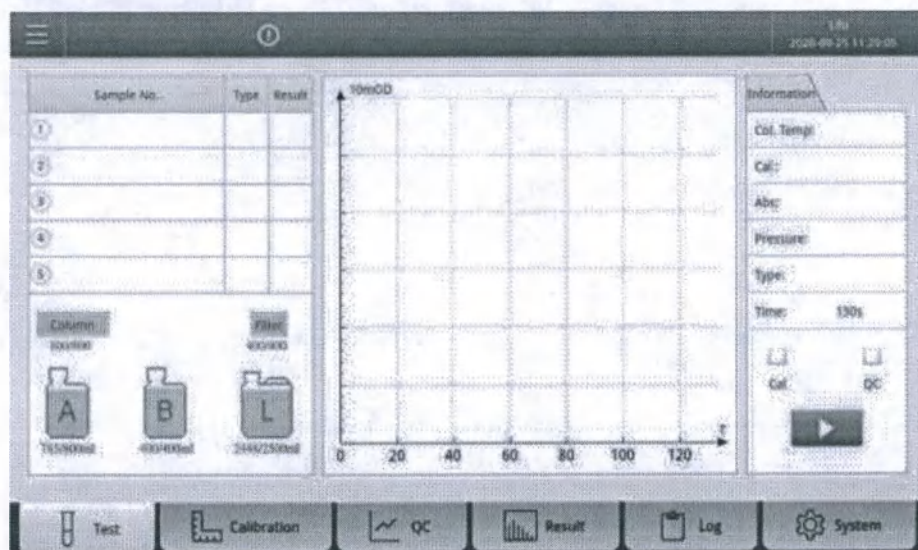

Рис. 5.3.3 Тестовый интерфейс
4.Затем войдите в интерфейс тестирования после входа в систему, и отобразится **рис. 5.3.3**.